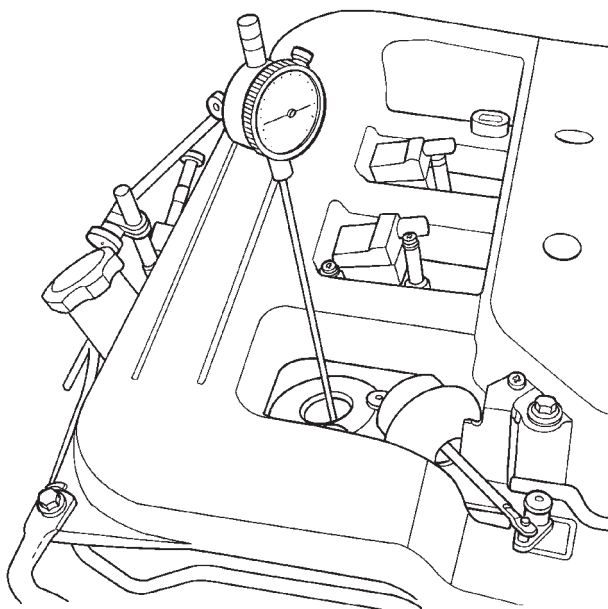

Abb. 54 Kolben der Meßuhr am OT
(2) In Zylinder 1 eine Meßuhr zur Überprüfung OT-Stellung des Kolbens montieren (Abb. 54). Kurbelwelle drehen, bis sich der Kolben genau im OT
(9) Kolben 1 in Stellung OT bringen (Abb. 54), die Sechskantschraube mit einem 36 mm (1 7/16 Zoll)-Schlüssel halten und die Schrauben der Nockenwelle